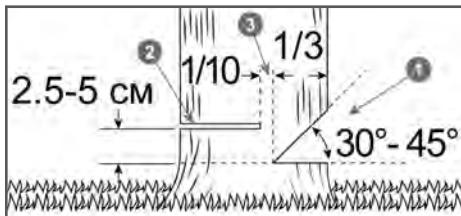

Рис. 15 Расположение запила, пропила и недопила
от 30 до 45 градусов (Рис. 15). Линия стыка двух пропилов, образующих запил, называемая направляющей линией, должна располагаться как можно более горизонтально и под углом 90 градусов к направлению валки.
- Сделайте основной валочный пропил 2 с противоположной стороны, выше основания запила на 2,5-5 см. Между основным пропилом и запилом должен оставаться недопил 3 примерно $1/10$ диаметра ствола. Вставьте своевременно клин в пропил 2 (Рис. 15). Недопил 3 действует как шарнир и позволяет контролировать падение дерева (Рис. 15).
Ни в коем случае не допивать до конца недопил 3 (Рис. 15), так как вы не сможете контролировать направление падения дерева.